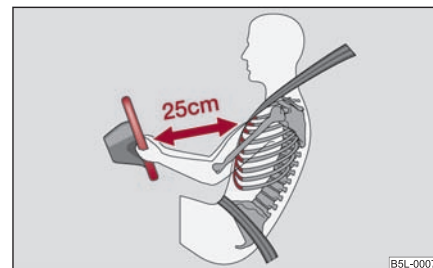

Fig. 4 Distanța corectă a conducătorului față de volan
- Reglați astfel scaunul conducătorul auto încât distanța dintre volan și torace să fie de cel puțin 25 cm ⇒ fig. 4. Dacă nu se respectă această distanță, sistemul airbag nu își poate exercita eficiența maximă – Pericol!